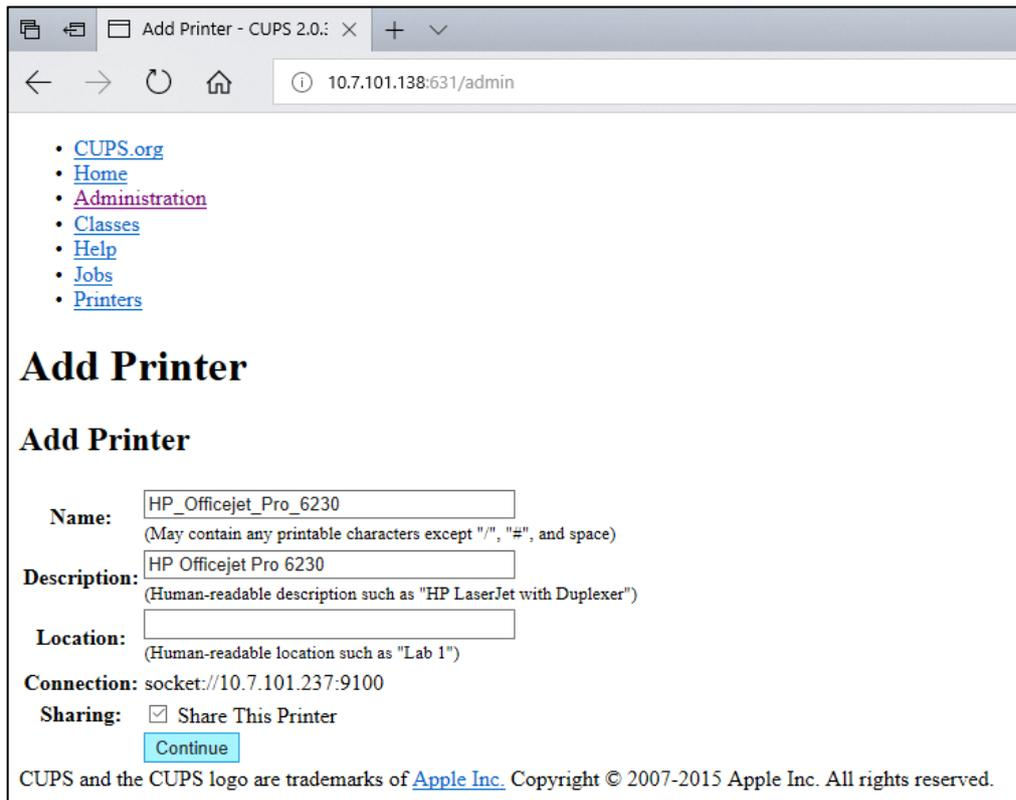

図 82. プリンターを追加画面。
- Share this printer**（このプリンターを共有）を選択し、**Continue**（続行）を押します（図 82）。